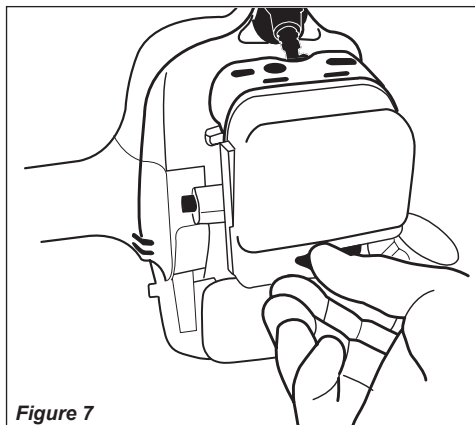

Figure 7
1. Desserrer le bouton du couvercle du filtre à air et retirer le couvercle du filtre à air. Voir figure 7.